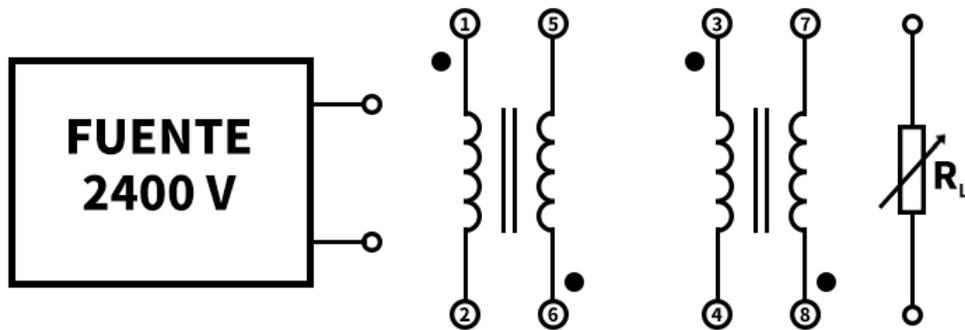

Figura 5-2
1. Indique cómo conectaría en paralelo los transformadores a la fuente y la carga, en la Figura 5-2. Los devanados 1 a 2 y 3 a 4, tienen un valor nominal de 2.4 kV ca y los devanados 5 a 6 y 7 a 8, tienen un valor nominal de 400 V ca .